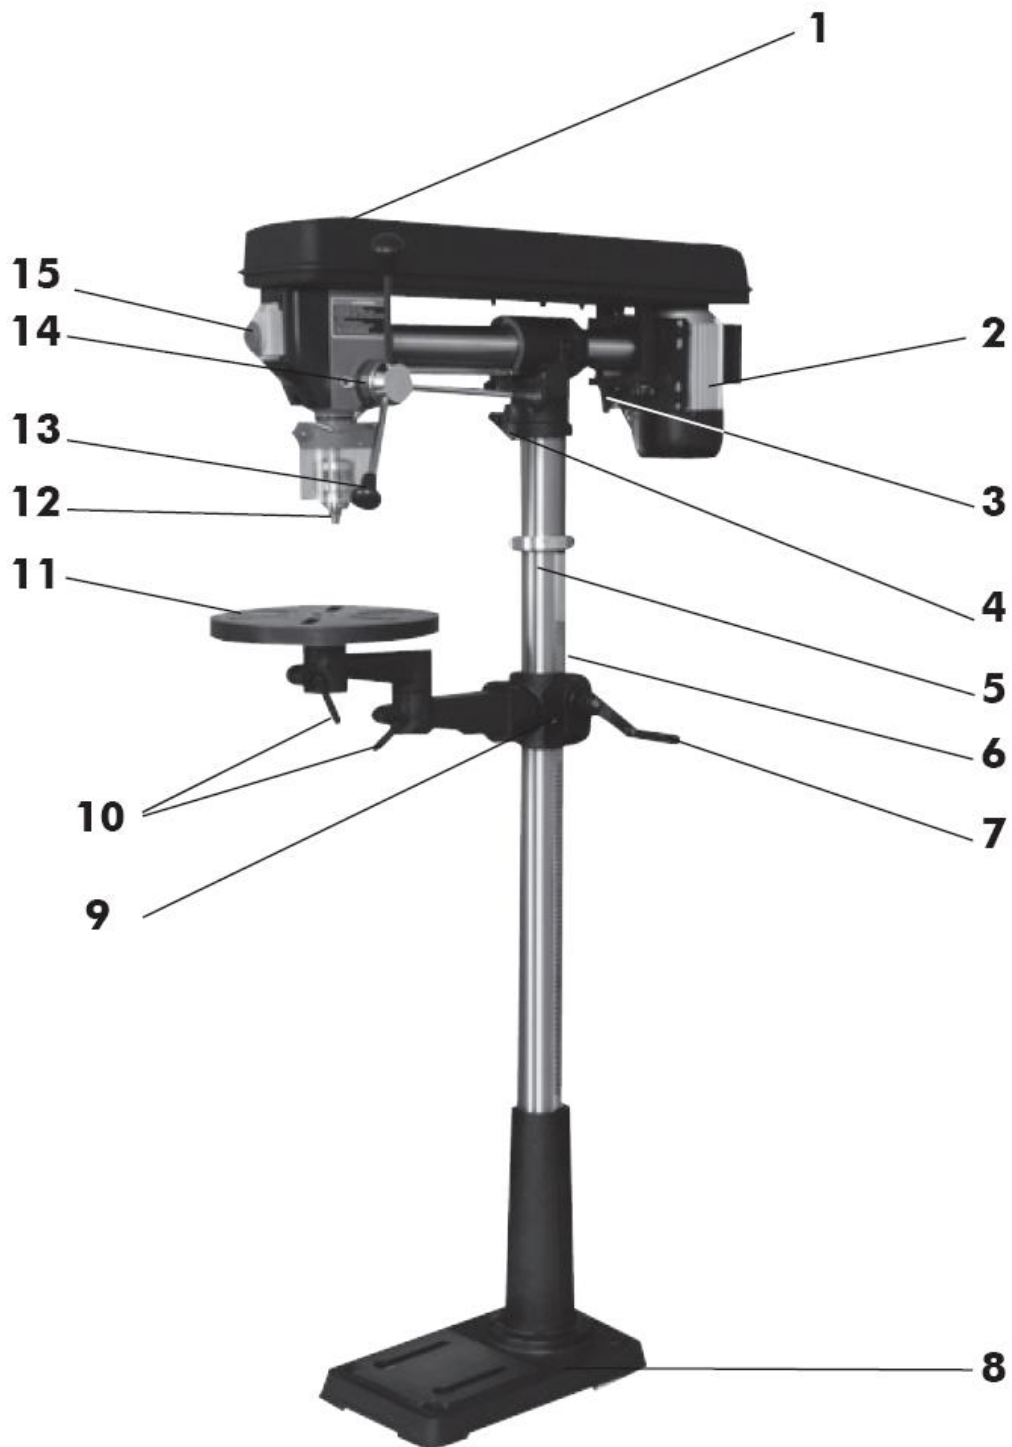

Abb. 1.1/ Fig. 1.1
23.1 Description de SB 3116RHN Fig. 1.1